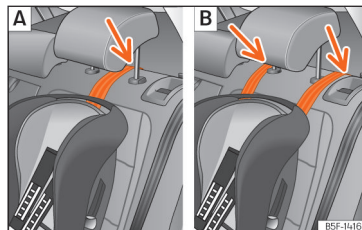

Fig. 38 Bancos traseiros: ajuste e montagem em função do cinto Top Tether.
- Coloque a corria por baixo do encosto de cabeça (em função das instruções da própria cadeira, levante ou retire o encosto de cabeça se for necessário) »» **Fig. 38**.